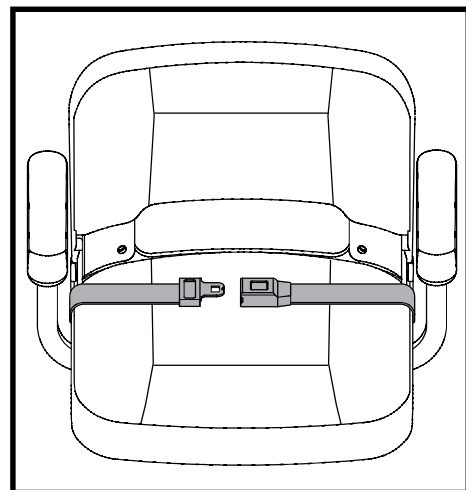

Abb. 30. Rückhaltetur
Ihr Elektromobil ist mit einem KFZ-typischen Rückhaltetur aus gestattet, der dem Benutzer angepaßt werden kann. **Siehe Abb. 30.** Der Rückhaltetur wurde konzipiert, um ein Auf- oder Abwärtsrutschen des Fahrers zu verhindern. Der Rückhaltetur ist nicht als Rückhaltetur system entwickelt worden.
1. Schloßzunge in das Schloßteil stecken, bis der Schnellverschluß hörbar einrastet. **Siehe Abb. 30.**